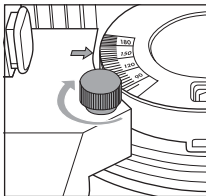

Fig. 5
- ◆ Strângeți piulița de blocare **6**. Săgețile brațelor mobile **1** arată scala și indică unghiul măsurat (a se vedea fig. 5).